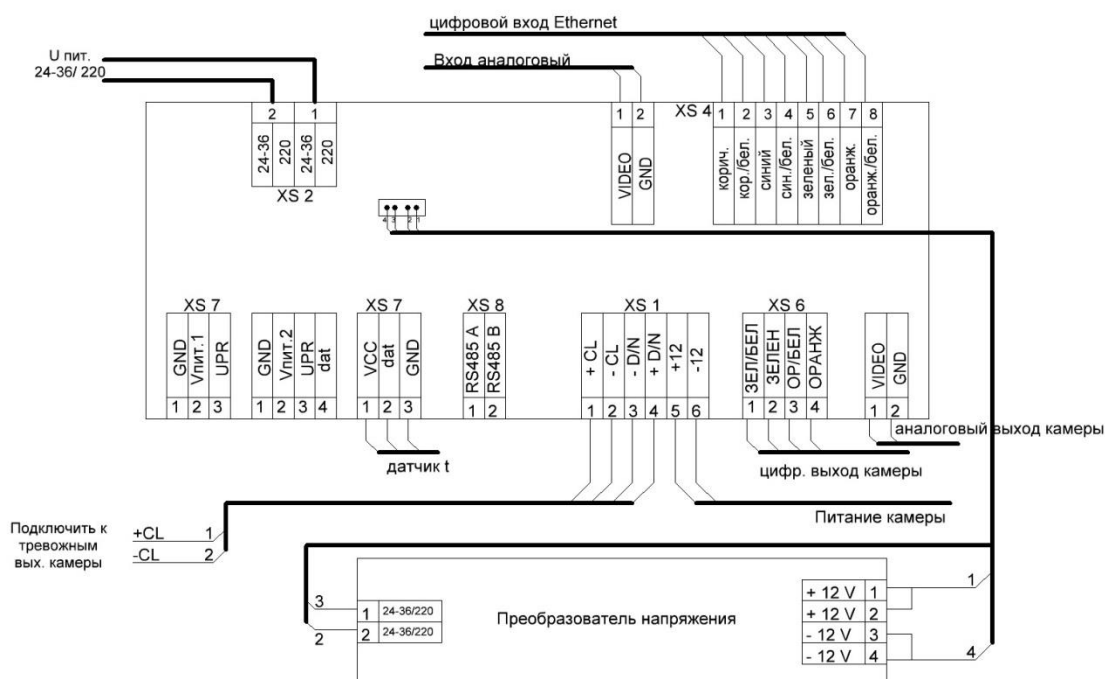

Рисунок 4.3 – Схема подключения термокожуха с напряжением питания 24–36 постоянного/переменного тока или 220 В переменного тока
5. Подключите видеокамеру к электронной плате согласно схеме подключения (Рисунок 4.3, **Ошибка! Источник ссылки не найден.**).
6. Через кабельные входы заведите питающий и сигнальный кабели, подключите к универсальной плате (Рисунок 4.3, **Ошибка! Источник ссылки не найден.**).